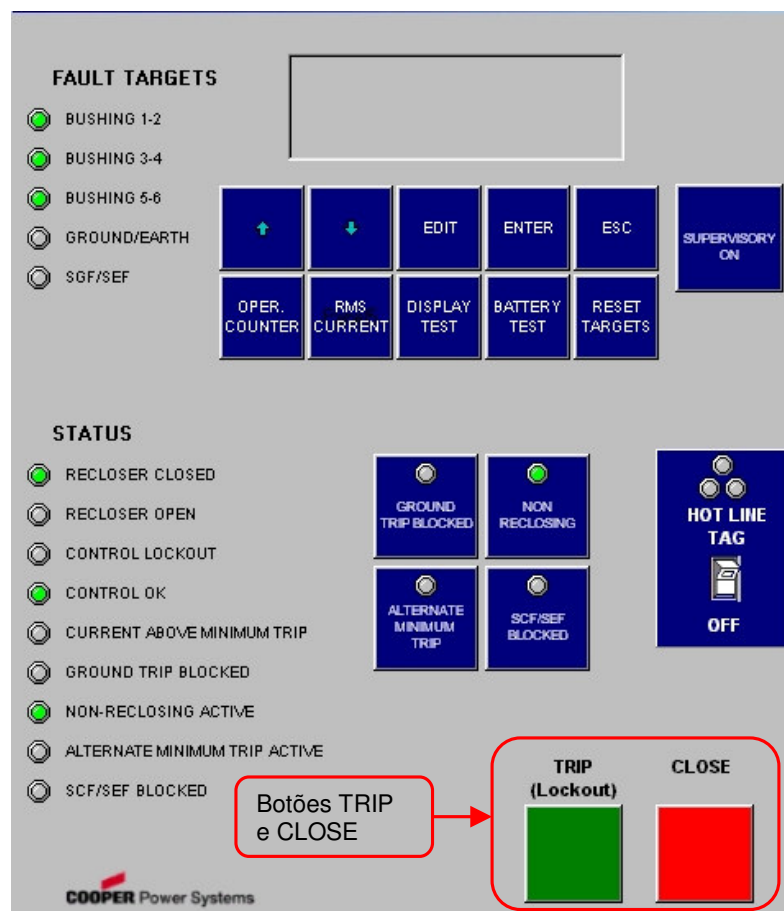

Figura 5 – Religador com controle FXB.
4.5.1. Abertura (Vide Figura 5)
4.5.2. Fechamento (Vide Figura 5)